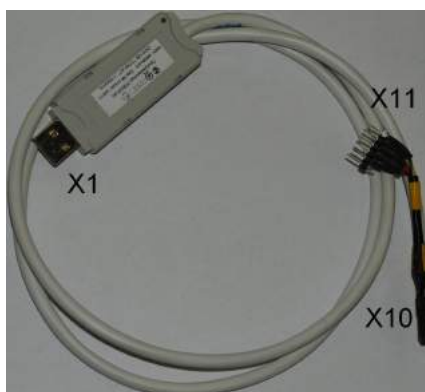
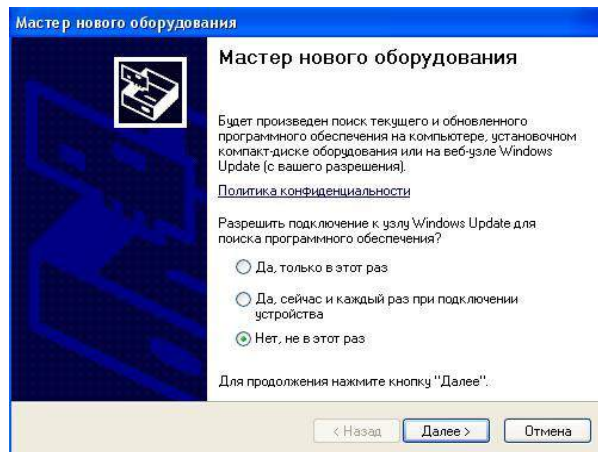

Рисунок 1. Программатор ППКОП-02
Рисунок 2. Мастер нового оборудования.
2.2 Программатор представляет собой кабель с разъемом USB для подключения к ПК и двумя разъемами для подключения к плате прибора (рис. 1).
3.1 Подключите разъем программатора X1 (рис. 1) к USB порту компьютера, операционная система сообщит об обнаружении нового устройства и автоматически запустит мастер нового оборудования (рис. 2). Выберите пункт «Нет, не в этот раз» и нажмите кнопку далее.